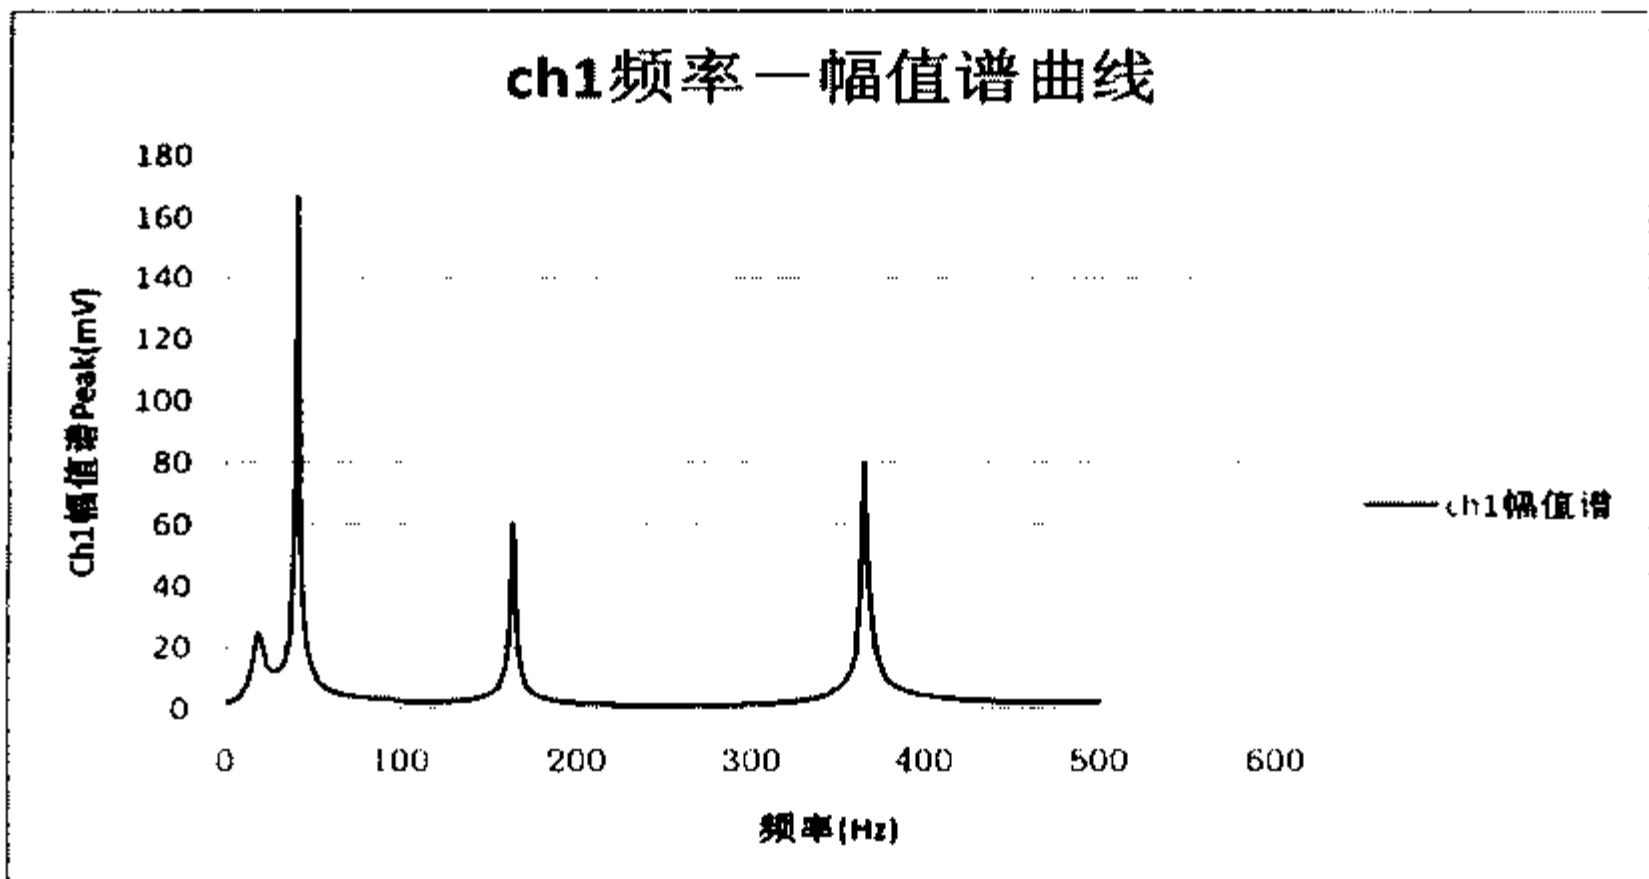

图 3-8
- (5) 用小激励锤在梁跨任意点单击, 采集梁的随机振动响应曲线。由此可以得到前三阶振型的频率一幅值谱曲线如图 3-8 所示: